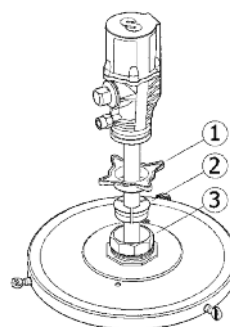

Fig. 2
These pumps must be mounted on drums using covers fitted with a 2" bung. Loose the star nut (1) of the bung adaptor to remove the inferior nut (3), and screw this into the 2" bung opening of the cover. Place the star nut (1) and the three jaws (2) on the suction tube. Introduce the pump through the opening and fasten the assemble at the desired height (fig 2). Fasten the cover to the drum.
Las bombas deben acoplarse a los bidones mediante tapas que dispongan de rosca 2" BSP H. Afloje la tuerca en estrella (1) del adaptador para extraer la parte inferior del mismo (3) y rosca en el brocal de 2" de la tapa. Coloque la tuerca en estrella (1) y las tres mordazas (2) del adaptador en el tubo, introduzca la bomba por el brocal y apriete el conjunto a la altura deseada (fig. 2). Fije posteriormente la tapa al bidón.
La pompe doit être fixée au fût à l'aide d'un couvercle doté d'un filetage 2" BSP (F). Desserrer l'adaptateur en étoile (1) de la bague de fixation afin d'extraire la partie inférieure de cette dernière (3) et la fixer à l'embouchure de 2" du couvercle. Placer l'adaptateur en étoile (1) ainsi que les trois mors (2) de la bague de fixation sur le tube de la pompe. Introduire la pompe par l'embouchure du couvercle et serrer le tout à la hauteur désirée (voir Fig.2). Fixer ensuite le couvercle au fût.